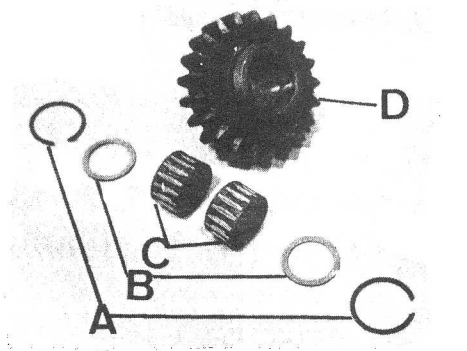

Fig. C1-108 Desmontaje engranaje M.A.
- 1.3. Desmontar el anillo elástico, A (Fig. C1-108) de uno de los extremos del engranaje de marcha atrás y extraer los dos rodamientos, C, y las dos arandelas de ajuste, B.